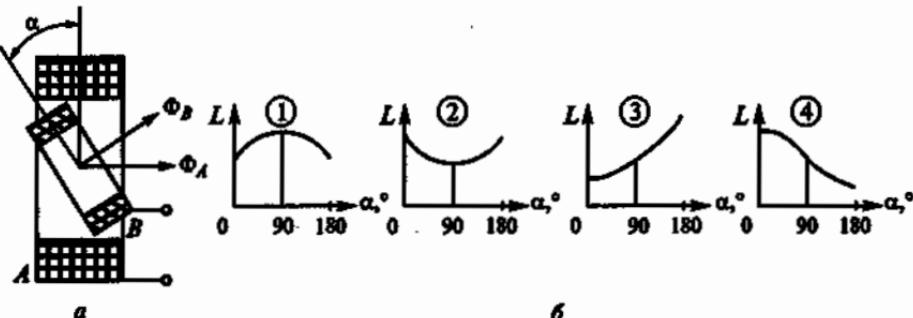

Рис. 62
2.38. Вариометр на рис. 62, *а* состоит из двух последовательно соединенных катушек: неподвижной *A* и подвижной *B*, индуктивности которых одинаковы, т. е. $L_A=L_B$. Какой из четырех графиков на рис. 62, *б* правильно отражает зависимость общей индуктивности вариометра от угла поворота α ?